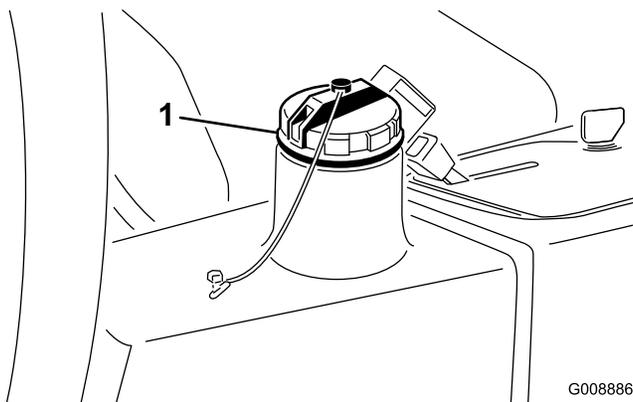

Figure 22
2. Nettoyez la surface autour du goulot et du bouchon de remplissage du réservoir hydraulique (Figure 22). Enlevez le bouchon.